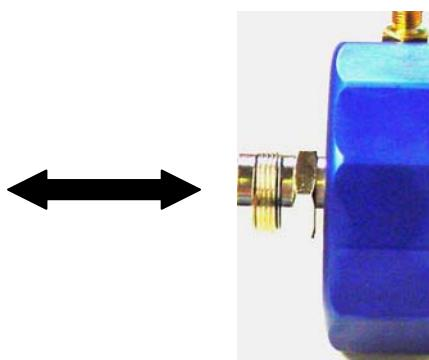

Figura 17 - Desbloqueo válvula aspiración
5.3.2 Desbloqueo válvula aspiración (FIGURA 17)